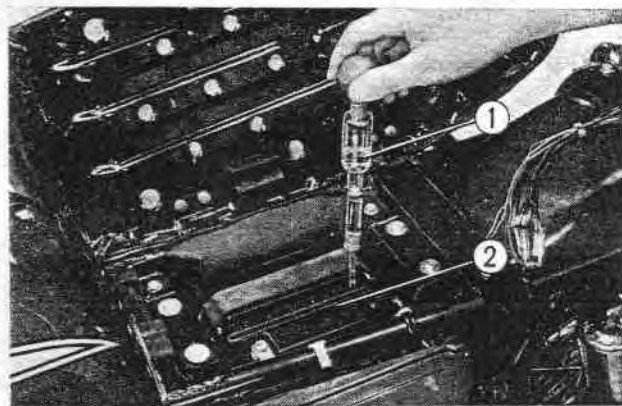

Fig. 19-15 ① Pèse acide
(2) Enlever les bouchons et vérifier la densité de l'électrolyte de chaque élément avec un pèse-acide (Fig. 19-15)